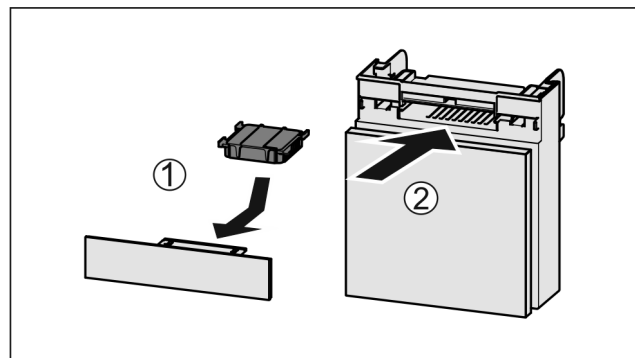

Fig. 81
- ▶ Sett inn Fig. 81 (1) aktivkullfilteret etter figuren.
- ▶ Skyv inn Fig. 81 (2) hyllen.